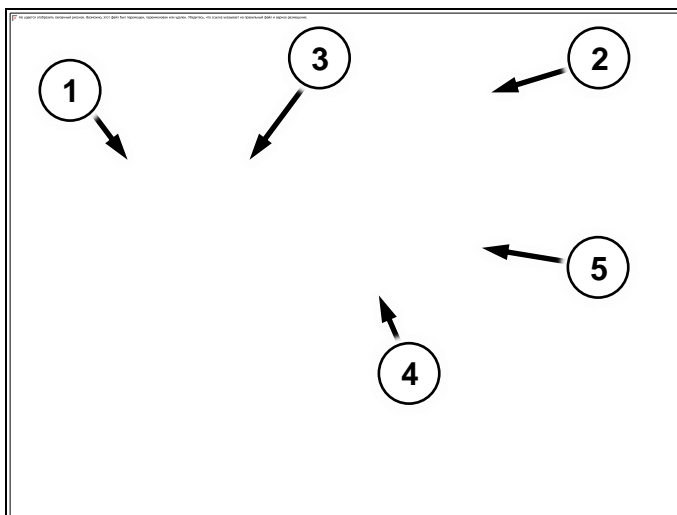

Рис. 66
(Рис. 66/1) – расходомер
(Рис. 66/2) – главный клапан
(Рис. 66/3) - регулировочный клапан
(Рис. 66/4) – корпус фильтра тонкой очистки
(Рис. 66/5) – предохранительный клапан
1. М – главный клапан (Рис. 66/2)
2. R – регулирующий клапан (Рис. 66/3)
3. Расходомер (Рис. 66/1) и датчик скорости подключаются в 3х.-контактные герметичные разъемы (См. схему в кратком руководстве по электрооборудованию)